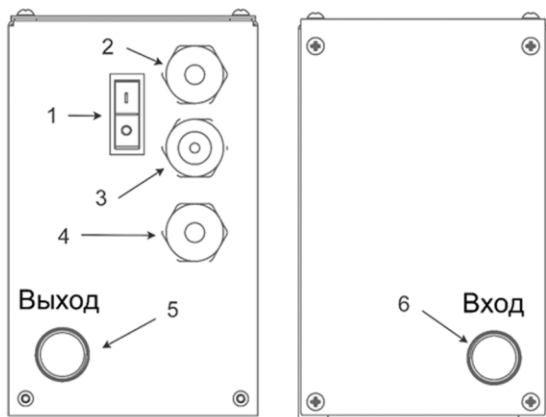

Рисунок 1 - Основной блок
3.1.3. Основной блок — центральный узел подготовки воды и управления питанием. Устанавливается в техническом помещении (Рис. 1).
3.1.4. Кнопка включения питания - (Вкл/ Выкл) расположена на корпусе основного блока (Рис. 1, Поз. 1). Производит полное обесточивание устройства.
3.1.5. Входной штуцер 1/2" (Рис. 1, Поз. 6) - Для подключения к магистрали водоснабжения.
3.1.6. Выходной штуцер 1/2" (Рис. 1, Поз. 5) – предназначен для подключения блока к каналу автоподачи воды в печь.
3.1.7. Ввод кабеля питания 220в (Рис. 1, Поз. 2).
3.1.8. Вывод кнопки запуска автоподачи в парном помещении (Рис. 1, Поз. 3).
3.1.9. Вывод кабеля пульта управления (Рис. 1, Поз. 4).
- Подключите линию холодной воды к входному штуцеру 1/2 (Рис. 1, Поз. 6) на основном блоке.
- Соедините Выходной штуцер (Рис. 1, Поз. 5) основного блока с каналом автоподачи на печи с помощью гофрированной трубки.
- Убедитесь, что кнопка отключения питания (Рис. 1, Поз. 1) на корпусе выключена.
- Нажмите силовую кнопку на корпусе основного блока (Рис. 1, Поз. 1).
По окончании использования для полного обесточивания устройства нажмите кнопку отключения питания (Рис. 1, Поз. 1) на корпусе основного блока.